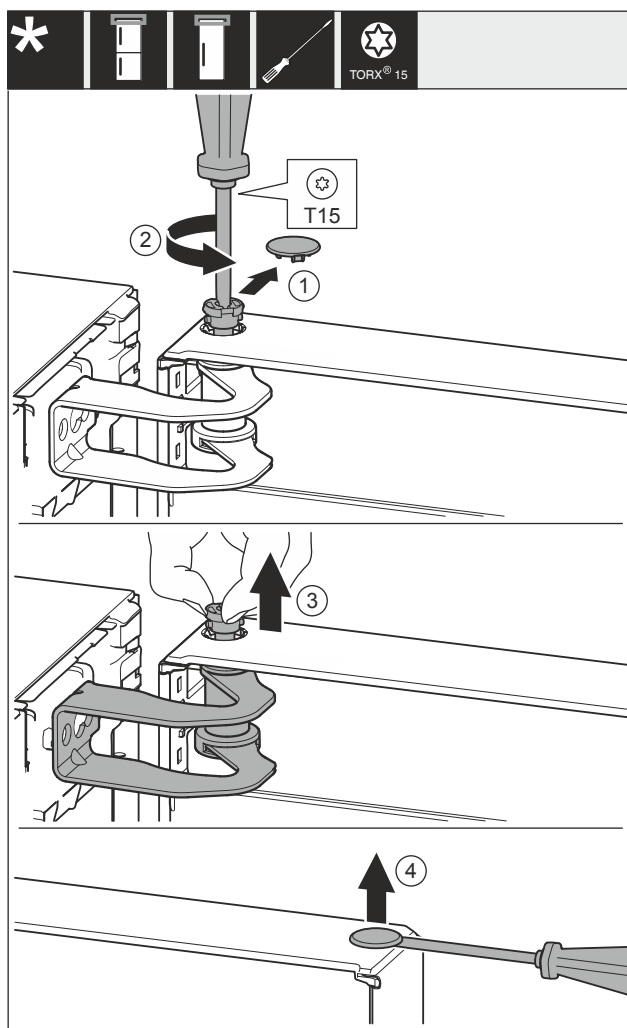

Fig. 27
- ▶ Óvatosan távolítsa el a fedelet Fig. 27 (1).
- ▶ Kissé tekerje ki a csapszeget Fig. 27 (2) csavarhúzóval.
- ▶ Húzza ki az ujjával a csapszeget Fig. 27 (3).
- ▶ Óvatosan emelje meg a fedelet Fig. 27 (4) csavarhúzóval, és távolítsa el.